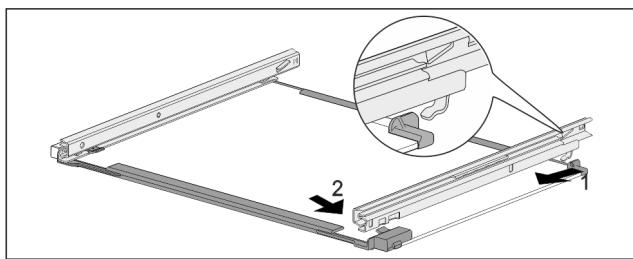

Fig. 180 Placa de sticlă cu şine
- ▶ Agătați şina în partea din spate. Fig. 180 (1)
- ▶ Înclichețați şina în partea din față. Fig. 180 (2)